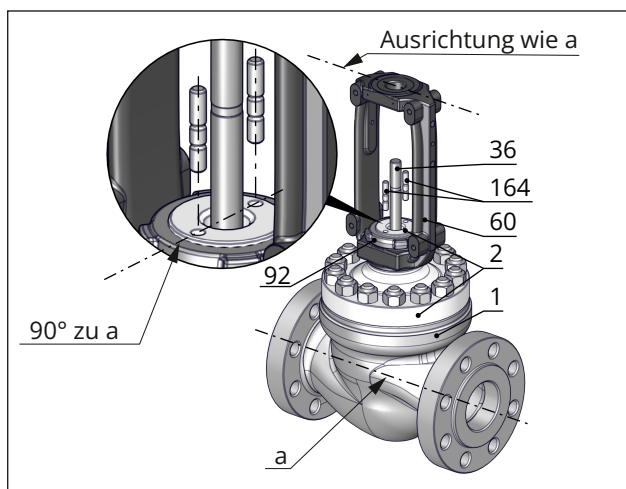

Bild 33: Ausrichtung des Oberteils auf dem Ventilgehäuse und Ausrichtung des Jochs auf dem Oberteil
14. Trägerelement (63) inklusive der eingepressten Buchse (7) senkrecht und konzentrisch über die Kegelstange (36) in das Gehäuse (1) einführen bis er auf der Auflagefläche innen im Gehäuse aufliegt. Dafür bei großen Nennweiten Sonderwerkzeug verwenden.
15. Neuen Spiraldichtring (126) am Trägerelement (63) einlegen.
16. Neuen Spiraldichtring (17) im Gehäuse (1) einlegen.
17. Ventiloberteil (2/21) einschließlich Joch (60) von oben senkrecht über die Kegelstange (36) lose auf das Gehäuse (1) setzen. Ausrichtung beachten, vgl. Bild 33. Die beiden Bohrungen auf der Oberseite des Oberteils müssen senkrecht zur Rohleistungsachse liegen.
18. Kegel (5) fest in den Sitz (4) drücken. Dabei Ventiloberteil (2/21) mit Gehäusemutter (14) befestigen. Gehäusemutter (14) schrittweise über Kreuz anziehen. Anzugsmomente beachten.
9. Am Ventilgehäuse (1) einen neuen Spiraldichtring (17) einlegen. Auflagefläche der Dichtung vorab reinigen und auf Unversehrtheit prüfen.
10. Am Trägerelement (63) bzw. Sitzniederhalter (124) einen neuen Spiraldichtring (126) einlegen. Auflagefläche der Dichtung vorab reinigen und auf Unversehrtheit prüfen.
11. Ventiloberteil (2/21) einschließlich Joch (60) von oben senkrecht über die Kegel- bzw. Kolbenstange (36) lose auf das Gehäuse (1) setzen. Ausrichtung beachten, vgl. Bild 33. Die beiden Bohrungen auf der Oberseite des Oberteils müssen senkrecht zur Rohleistungsachse liegen.
12. Kegel bzw. Kolben (5) fest in den Sitz (4) drücken. Dabei Ventiloberteil (2/21) mit Gehäusemutter (14) befestigen. Gehäusemutter (14) schrittweise über Kreuz anziehen. Anzugsmomente beachten.
13. Stopfbuchsteile mit einem geeigneten Werkzeug vorsichtig über die Kegel- bzw. Kolbenstange (36) in den Packungsraum einschieben. Korrekte Reihenfolge und Ausrichtung der Bauteile der jeweiligen Dokumentation der Ersatzteilpackung entnehmen und beachten.
14. Gewindebuchse (8) einschrauben und handfest anziehen.
15. Gewindebuchse (8) schrittweise bis zum vorgegebenen Anzugsmoment anziehen.
11. Am Ventilgehäuse (1) einen neuen Spiraldicht-ring (17) einlegen. Auflagefläche der Dichtung vorab reinigen und auf Unversehrtheit prüfen.
12. Am Trägerelement (63) bzw. Sitzniederhalter (124) einen neuen Spiraldicht-ring (126) einlegen. Auflagefläche der Dichtung vorab reinigen und auf Unversehrtheit prüfen.
13. Ventiloberteil (2/21) einschließlich Joch (60) von oben senkrecht über die Kegel- bzw. Kolbenstange (36) lose auf das Gehäuse (1) setzen. Ausrichtung beachten, vgl. Bild 33. Die beiden Bohrungen auf der Oberseite des Oberteils müssen senkrecht zur Rohleistungsachse liegen.
14. Kegel bzw. Kolben (5) fest in den Sitz (4) drücken. Dabei Ventiloberteil (2/21) mit Gehäusemutter (14) befestigen. Gehäusemutter (14) schrittweise über Kreuz anziehen. Anzugsmomente beachten.
15. Stopfbuchsteile mit einem geeigneten Werkzeug vorsichtig über die Kegel- bzw. Kolbenstange (36) in den Packungsraum einschieben. Korrekte Reihenfolge und Ausrichtung der Bauteile der jeweiligen Dokumentation der Ersatzteilpackung entnehmen und beachten.
16. Druckstück (8) einsetzen.
17. Packungsbrille (162) über die Stiftschrauben (164) am Ventiloberteil (2/21) auf das Druckstück (8) aufsetzen.
18. Beide Spannmutter (163) (bei außen federbelasteter Packungsbrille inklusive der Tellerfedern) auf die Stiftschrauben (164) aufschrauben und handfest anziehen. Bei der federbelasteten Ausführung die Spannmutter (163) dabei durch die Bohrungen der Packungsbrille führen.
19. Beide Spannmutter (163) der Packungsbrille (162) am Sechskantkopf abwechselnd und schrittweise bis zum vorgegebenen Anzugsmoment anziehen.
6. Sitzniederhalter (124) inklusive der eingepressten Buchse (7) senkrecht und konzentrisch über die Kegelstange (36) in das Gehäuse (1) einführen und auf dem Sitz (4) positionieren. Dafür bei großen Nennweiten Sonderwerkzeug verwenden. Die Fensteröffnungen des Sitzniederhalters (124) symmetrisch zur Rohrleitungsachse ausrichten.
7. Neuen Spiraldichtring (126) am Sitzniederhalter (124) einlegen.
8. Neuen Spiraldichtring (17) im Gehäuse (1) einlegen.
9. Ventiloberteil (2/21) einschließlich Joch (60) von oben senkrecht über die Kegelstange (36) lose auf das Gehäuse (1) setzen. Ausrichtung beachten, vgl. Bild 33. Die beiden Bohrungen auf der Oberseite des Oberteils müssen senkrecht zur Rohrleitungsachse liegen.
10. Kegel (5) fest in den Sitz (4) drücken. Dabei Ventiloberteil (2/21) mit Gehäusemutter (14) befestigen. Gehäusemutter (14) schrittweise über Kreuz anziehen. Anzugsmomente beachten.